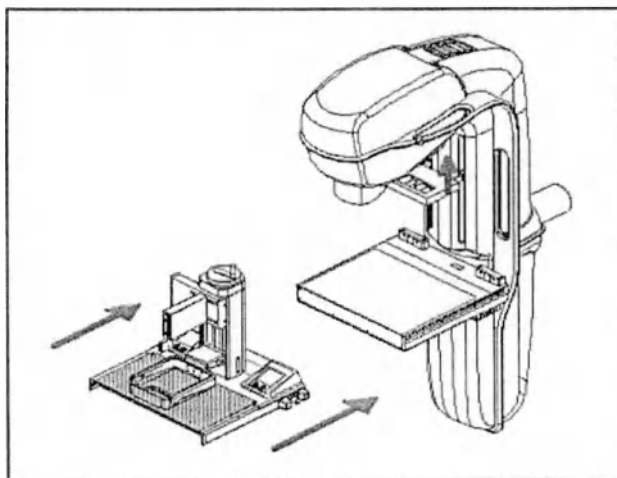

Рисунок 3.2.50 – Установка биопсийной приставки
- 4 Совместите направляющие диагностического столика с пазами биопсийной приставки (Рисунок 3.2.50).